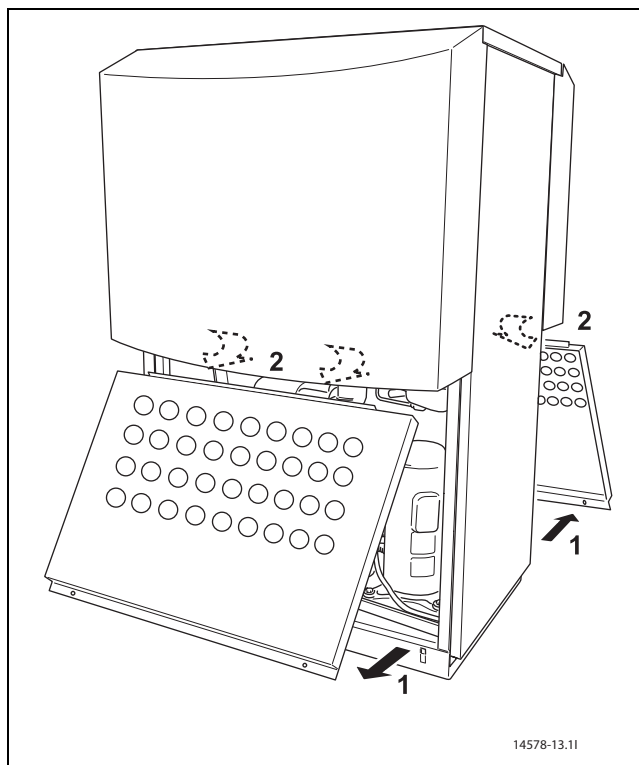

Bild 10 A9 - A15
- Demontera först serviceluckan (→ Bild 10).